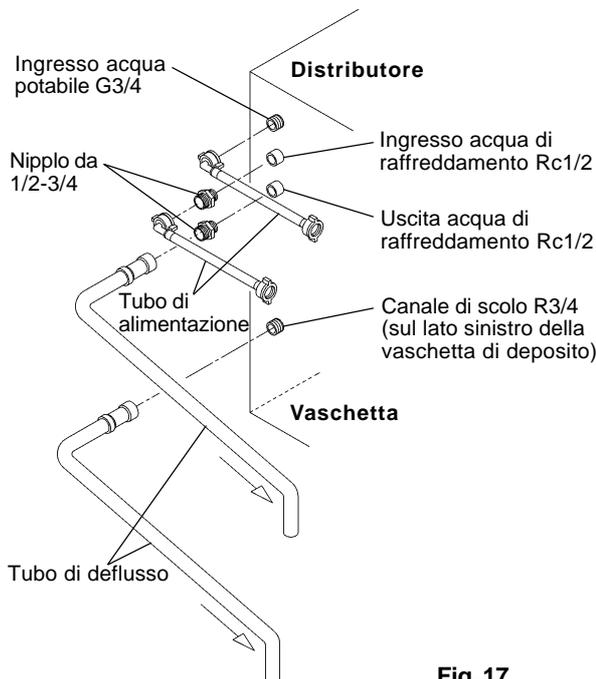

Fig. 17
[b] Collegamenti effettuati tramite tubi accessori in conformità a normative diverse dalla normativa WRC in vigore nel Regno Unito (Fig. 17)
- 2) Per i collegamenti del condensatore, utilizzare i tubi forniti come accessori seguendo le modalità indicate ai punti da 1) a 3) nel precedente paragrafo [a] collegandoli alle estremità libere dei nippoli da 1/2-3/4 come illustrato in Fig. 17.